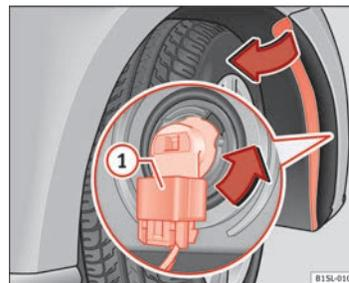

Fig. 147 Cambio de las lámparas de los faros.
5. Desbloquee el conector ⇒ fig. 147 (1) y retírelo.
6. Gire el portalámparas ⇒ fig. 147 en la dirección de la flecha, **en sentido contrario a las agujas del reloj** hasta el tope y extráigalo junto con la lámpara retirándolo hacia atrás.
9. Enchufe el conector ⇒ fig. 147 (2) en el portalámparas. El conector debe encastrar de forma audible.